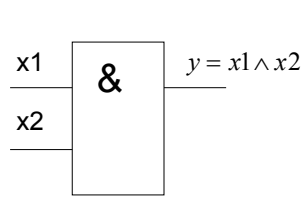

Рис. 157
3. Конъюнкция, или логическое умножение. Элемент, реализующий функцию конъюнкции, называется И (смотрите рис. 157, 158). $Y = x_1 \wedge x_2 \wedge \dots \wedge x_n$